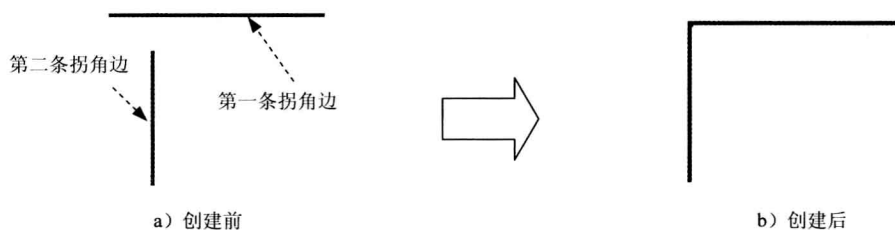

图 2.9.13 创建“制作拐角”特征
Step 2 定义要制作拐角的两条曲线。选取图 2.9.13 所示的两条直线。